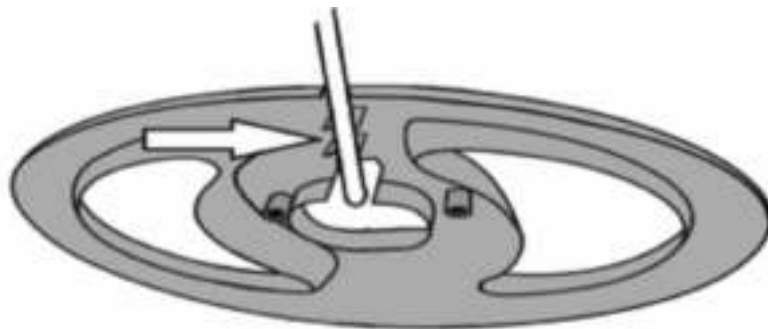

Figura 4.
c. Fissare il cavo tra i supporti che si trovano sul lato inferiore del piede. Vedi figura 4.